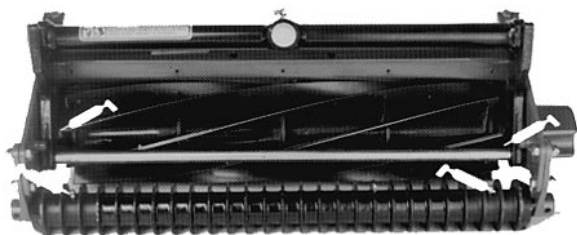

Fig. 8
Det finnes seks (6) smørepunkter på hver klippeenhet (fig. 8 og 9) som må smøres med litiumbasert generelt fett nr. 2. Vi anbefaler at du bruker en sprøytepipstol for best resultat.